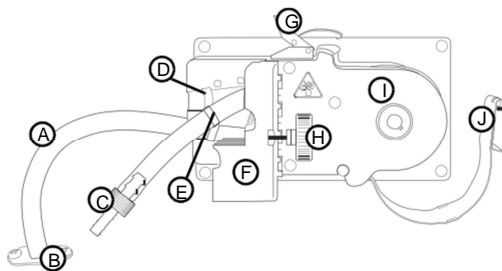

Figure 5-1 Pompe du
2. Reportez-vous à la Figure 5-1. Débloquez le loquet (H) qui verrouille la bande en métal du corps de la pompe (K).